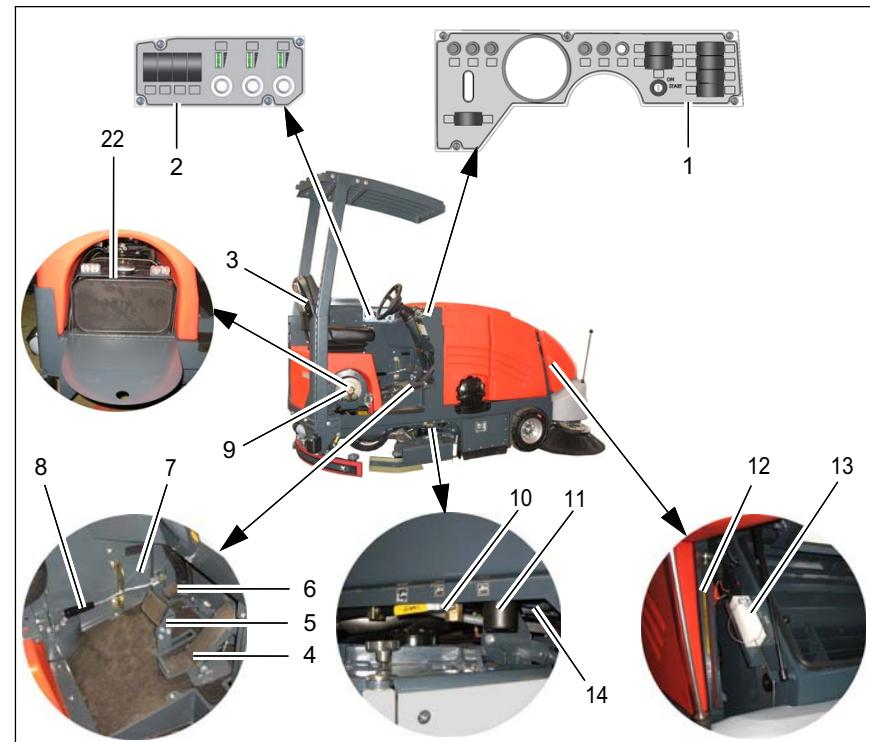

Abb.5
2. Zum Kehren den Hebel für Kehrwalzenantrieb (Abb. 5/8) in die obere Position bringen.